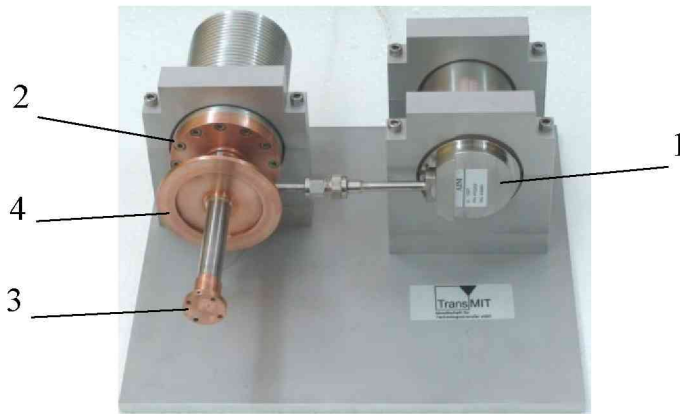
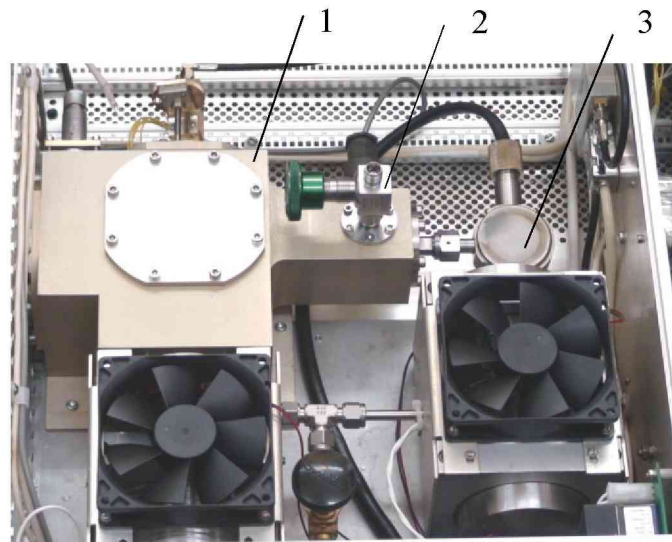

Рисунок 3 - Электромеханический криоохладитель замкнутого цикла.
Рисунок 4 – Блок криогенный со снятой верхней крышкой.
Электромеханический криоохладитель замкнутого цикла РТ08 (рисунок 3) состоит из компрессора (1) и криоохладителя (2).
Для нормальной работы криоохладителя охлаждаемая головка с держателем микросхемы ВТСП помещается в вакуум. Помещение микросхемы ВТСП в вакуум обеспечивает ее долговременную стабильность. Такой режим обеспечивает герметичный адаптер криогенный (1 рисунок 4), который крепится к фланцу KF50 (4 рисунок 3) криоохладителя.
Предварительная откачка воздуха из адаптера осуществляется через штуцер вентиля 2 (рисунок 4) с помощью внешнего откачного поста. Текущее поддержание вакуума происходит за счёт магниторазрядного насоса 3 (рисунок 4), соединённого с адаптером 1. Магниторазрядный насос питается от источника постоянного напряжения 3 кВ, размещённого в модуле питания криогенном. Режим работы магниторазрядного насоса непрерывный круглосуточный.